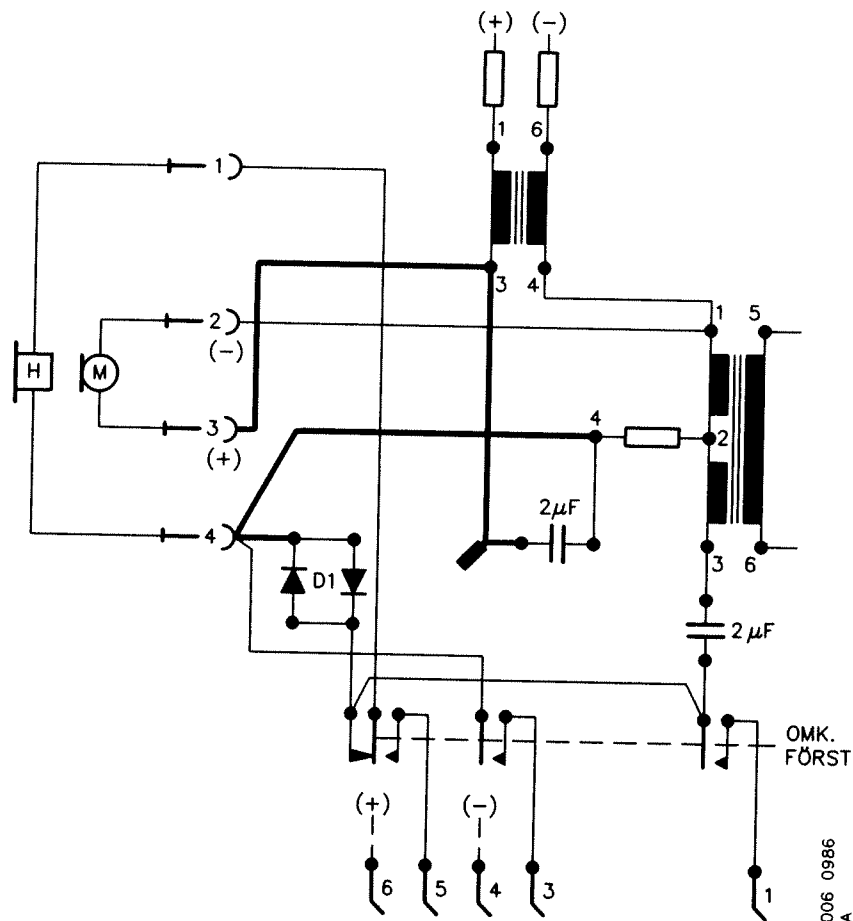

Bild 38. Förslag till koppling av växeln efter modifiering
- Stämmer kopplingsalternativet flyttas de lossade förbindningarna enligt bild 38.